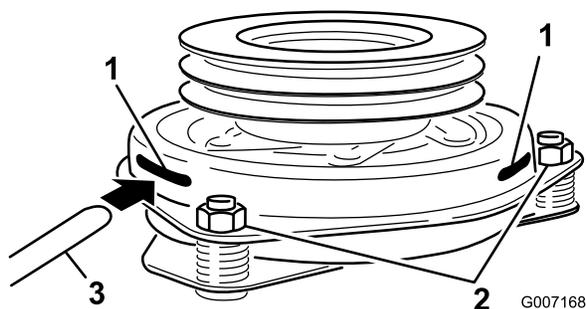

Figura 63
8. Inserite uno spessore di 0,381–0,533 mm attraverso una fessura d'ispezione sul lato del gruppo. Assicuratevi che si trovi tra le superfici di frizione dell'indotto e del rotore (Figura 63).
9. Stringete i dadi di bloccaggio fino a fissare leggermente lo spessimetro facendo però in modo di poterlo muovere facilmente all'interno del traferro (Figura 63).